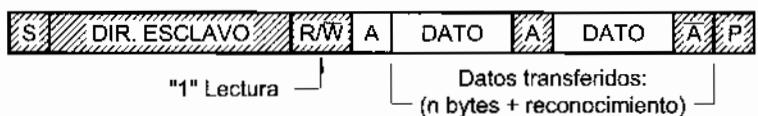

Figura 21-10 Maestro lee datos del esclavo
- 2º **Maestro-receptor lee de un esclavo-emisor** inmediatamente después del primer byte. Si el bit 8 es de lectura, (R/W=1), la secuencia será la descrita en la figura 21-10: